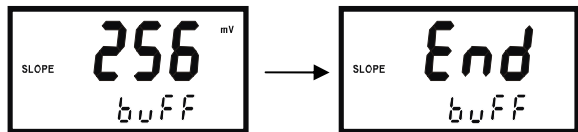

图 7-9
4、此时仪表显示的数值可能不是 256mV，按 UP 键或 DOWN 键将数值调至 256mV，然后按下 OK 键，数值稳定显示 86mV。按下 CAL 键，仪表校准结束，跳转至测量状态，显示如图 7-9 所示。